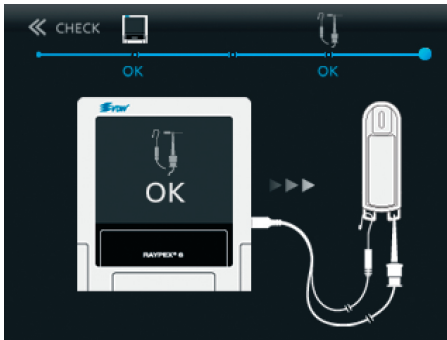
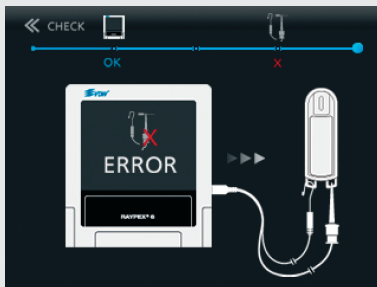

Fig. 34 Accessoires OK
Fig. 35 Message ERROR des accessoires
- La vérification des câbles commencera automatiquement et les résultats s'afficheront sur l'écran – soit OK (Fig. 34) soit ERROR (Fig. 35).